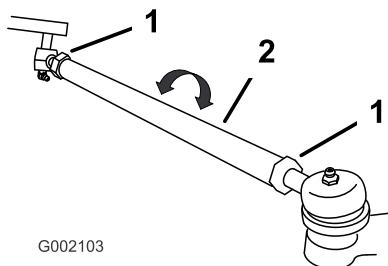

Рисунок 54
- Если измеренное значение не находится в пределах от 0 до 6 мм, ослабьте зажимные гайки с обоих концов тяг (Рисунок 54).